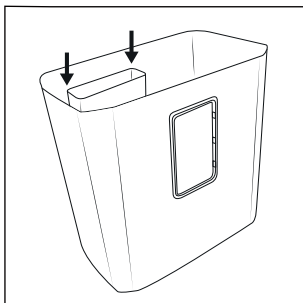

Fig. 1
- ◆ Monter den lille opsamlingsbeholder **10** i den store opsamlingsbeholder **12**. For at gøre det skal du skubbe den lille opsamlingsbeholder **10** ned langs styreskinne i den store opsamlingsbeholder **12**, indtil den går helt i indgreb (se fig. 1).